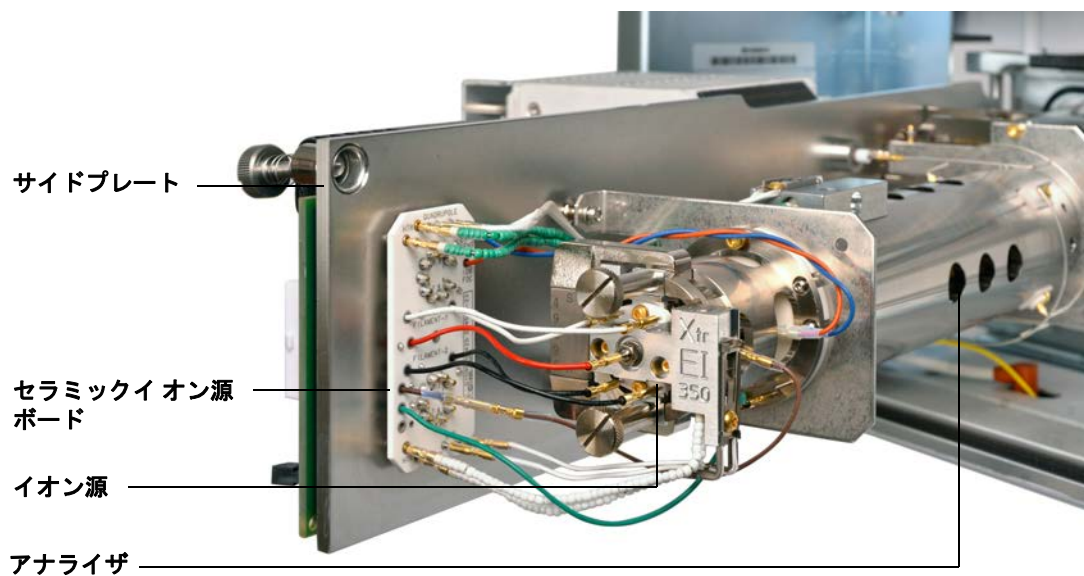

図 34 イナート + MSD のアナライザ
- 3 アナライザのサイドプレートをつまみねじがきつく締まっている場合、緩めます。(128 ページの図 34 を参照してください。)